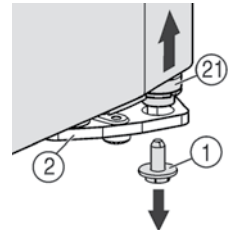
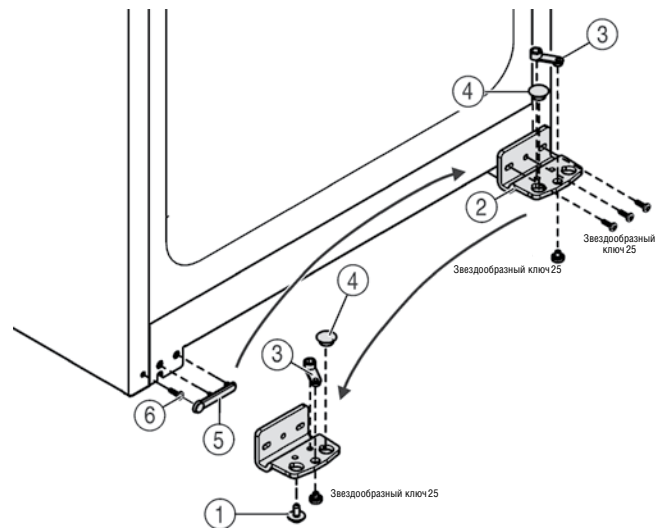

Рис. 5
Рис. 6
- ▶ Несущий штырек 21 (Рис. 5) выйдет из петли 2 (Рис. 6).
- ▶ Если несущий штырек 21 (Рис. 5) не выйдет, нажмите на него снизу.
- ▶ Отвинтите петлю 2 (Рис. 6).
- ▶ Снимите стопор 4 (Рис. 6) с петли и вставьте его на противоположной стороне.
- ▶ Снимите кожух 5 (Рис. 6) со стороны ручки.
- ▶ Отвинтите винт 6 (Рис. 6) и вставьте его на противоположной стороне.
- ▶ Поставьте кожух 6 (Рис. 6) на место.
- ▶ Привинтите петлю 2 (Рис. 6) на другой стороне петли, затянув ее **не слабее 4 Нм**. При необходимости воспользуйтесь аккумуляторной отверткой.
- ▶ Установите стопорный винт 1 (Рис. 5) в нижней части несущего штырька и затяните его с усилием 4 Нм.